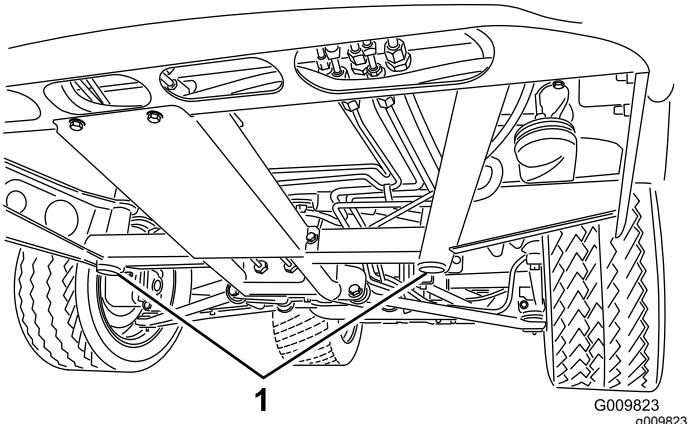
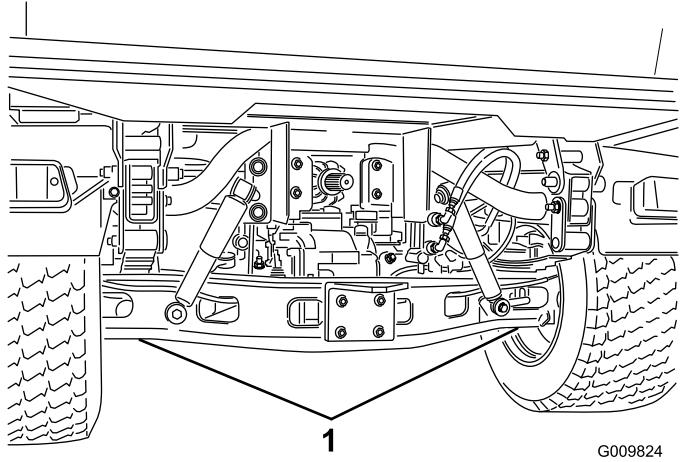

Figura 37
Figura 38
- O ponto de suspensão do macaco na parte dianteira da máquina fica situado por baixo do apoio central do chassis (Figura 37) e na traseira por baixo do eixo (Figura 38).